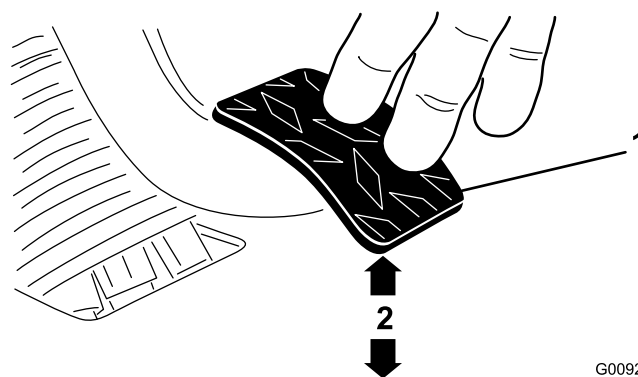

Figure 64
3. Ajustez les écrous de blocage ou la rotule jusqu'à ce que le bord arrière de la pédale d'embrayage soit à une distance de 9,2 à 9,8 cm du haut du plancher quadrillé quand vous appliquez une force de 1,8 kg sur la pédale (Figure 64).